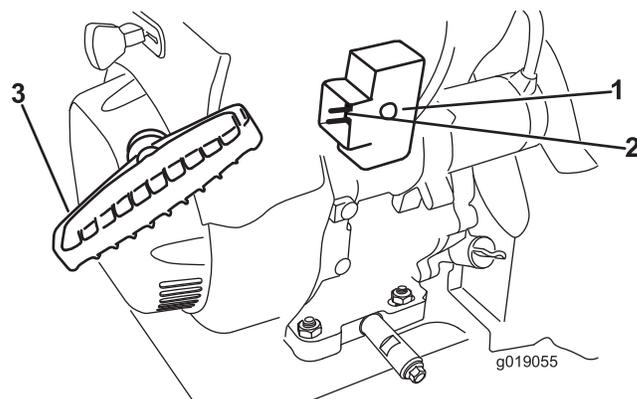

Figure 23
7. Démarrez la machine en tirant sur le lanceur ou en appuyant sur le bouton de démarrage électrique (Figure 23).